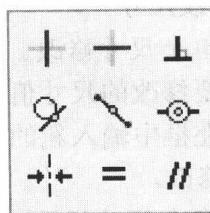

图 1-1-14 “约束”工具栏
(3) 各种约束的名称与符号。系统在约束工具栏中为设计者提供了如图 1-1-14 所示的 9 种常用约束工具。各种约束工具的含义见表 1-1-5。